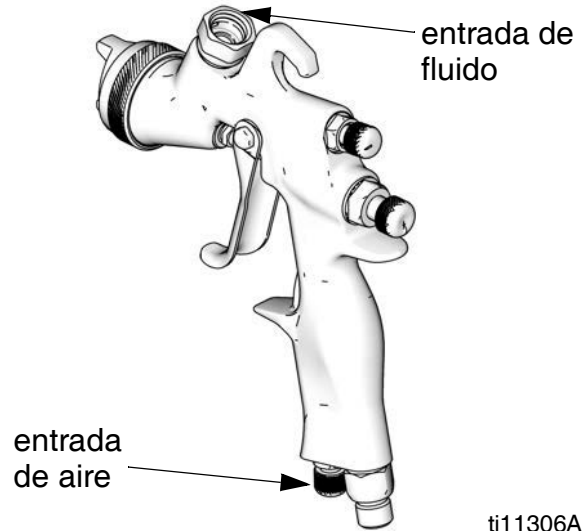

FIG. 1
4. Conecte un suministro de aire filtrado, seco y limpio en el accesorio de entrada de aire. Vea la FIG. 1.